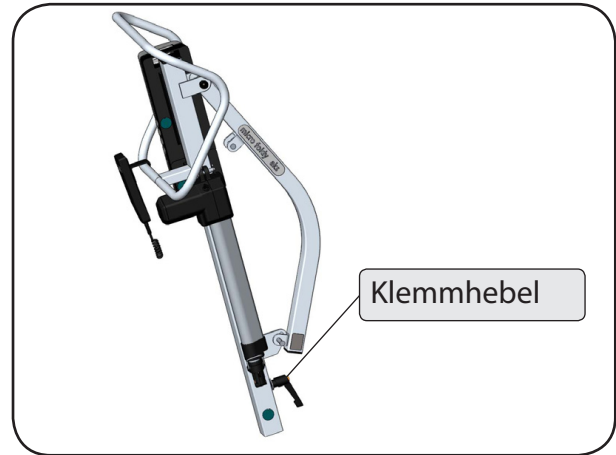

Abbildung 07
2. Schrauben Sie am Standmast (Abbildung 07) vorübergehend den Klemmhebel heraus.